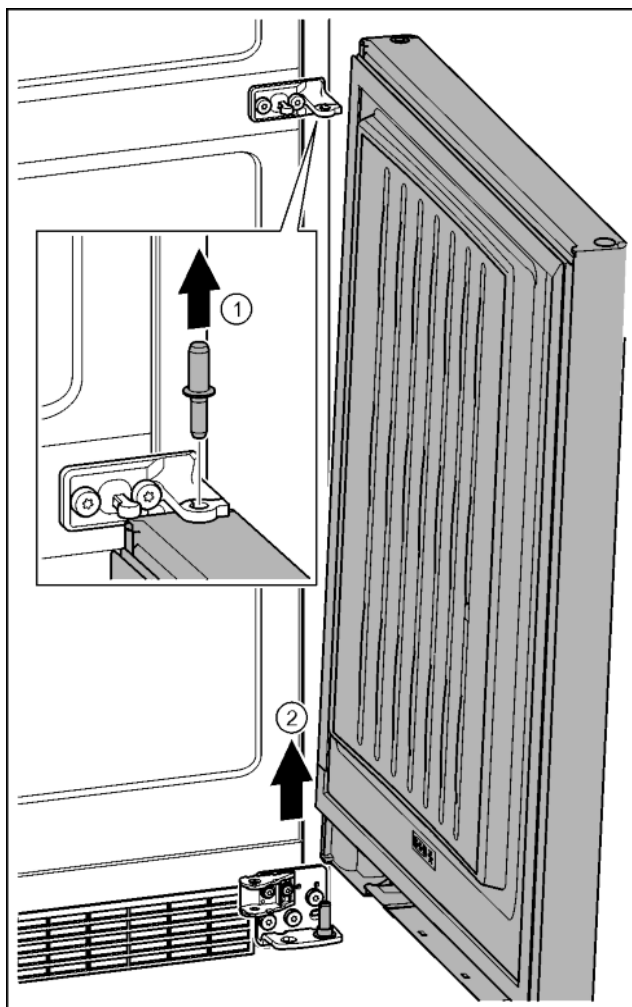

Fig. 21
- ▶ Извлечь пальцы движением вверх. Fig. 21 (1)
- ▶ Отклонить дверь, приподнять вверх и отставить в сторону. Fig. 21 (2)